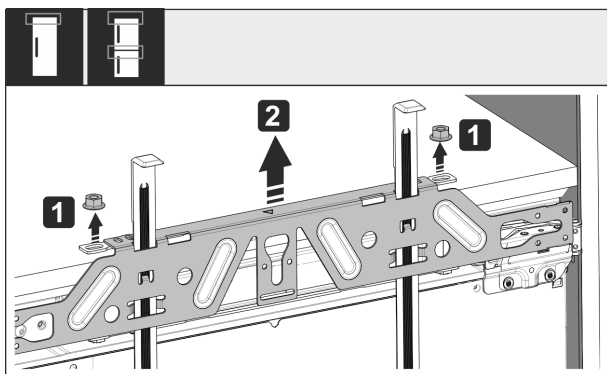

Fig. 55
- ▶ Открутите контргайки Fig. 55 (1).
- ▶ Снимите крепежную поперечину Fig. 55 (2).